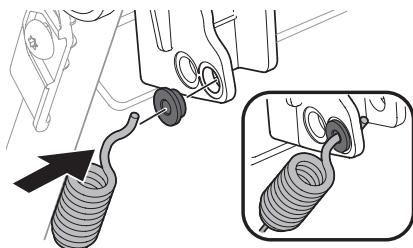

Figure 32
- Insérez le coussinet dans le trou inférieur. Accrochez le câble en le passant dans le coussinet et le trou inférieur de la commande (Figure 32).